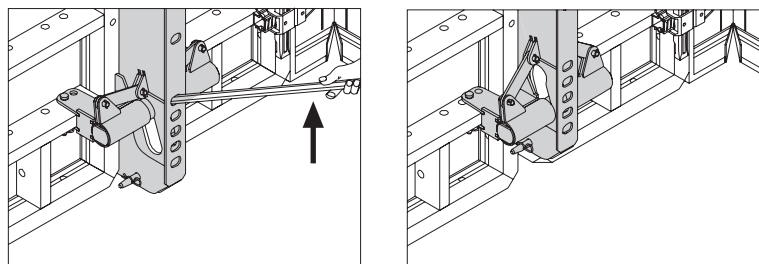

Fig. 72
3. Træk let op og bring skaktformene i afforskallingsposition med koblen. Fig. 72.